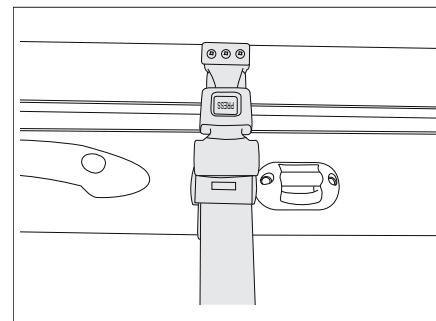

Fig. 161 Cinturón de retención de cama elevada manual
- Asegurar la cama elevada con el cinturón de retención al techo (Fig. 161).